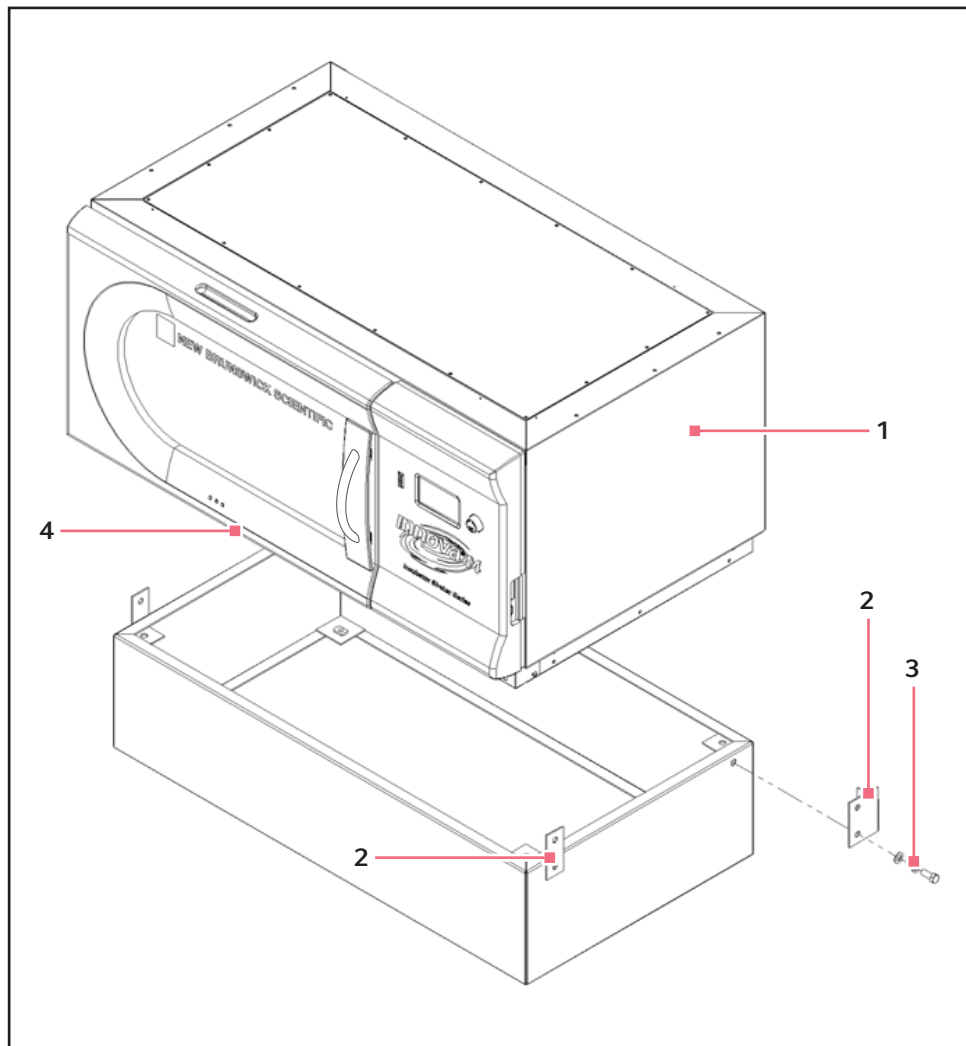

Fig. 6-3: Montar Shaker na base
4. Retire os parafusos dos lados do shaker que correspondem aos orifícios das bandas traseiras. (aqui Fig. 6-3 na pág. 25).